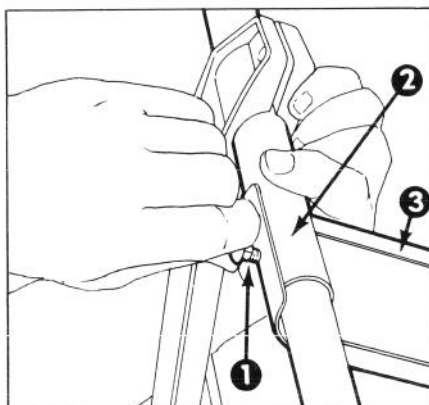

Figure 3
4. Montez la plaque de commande sur le guidon et installez les boulons carrossiers de façon que les têtes des boulons soient à l'extérieur des manches (Fig. 3). Posez les écrous et serrez l'assemblage.